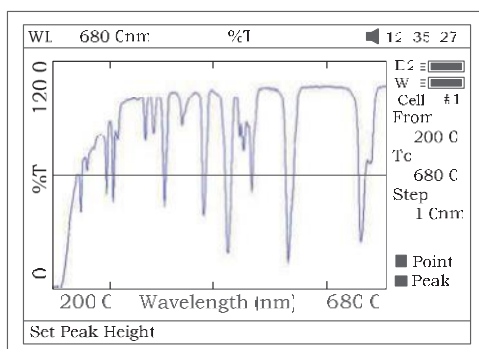

Fig 48
- 6 Pulse **F3** para buscar el valor Abs/%T del barrido. Hay dos formas de buscar (Fig 48).